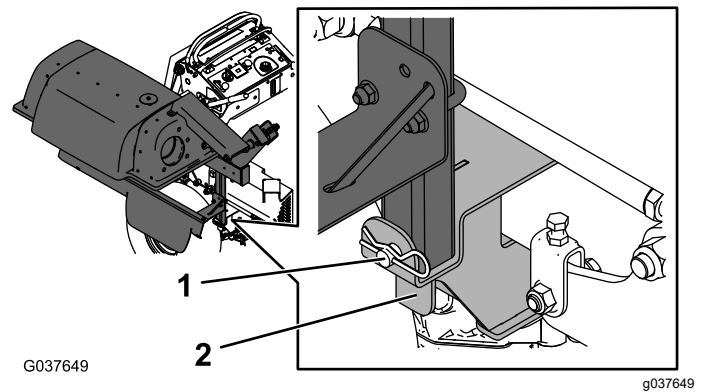

図 15
3. バガーフレームの底部前側を、トランスミッションの取り付けブラケットに固定するクレビスピンとヘアピンコッターを使用する図 15。